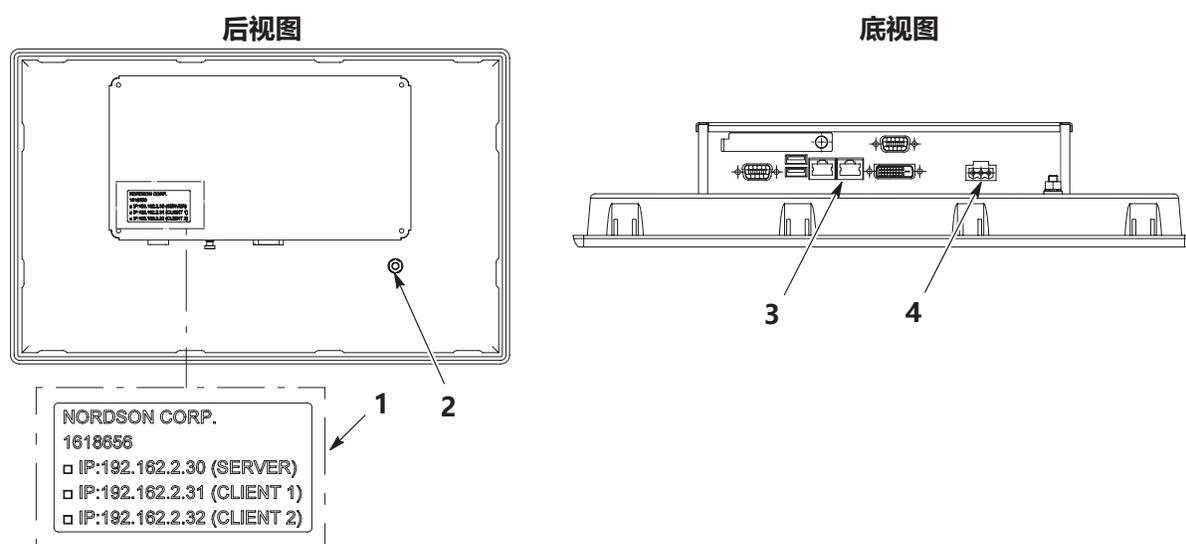

图 6-3 触摸屏 IP 标签和连接
2. 参见图 6-3。注意当前触摸屏背面的 IPS 标签 (1) 上标记的 IP 地址，以便后续使用。
3. 断开接地连接 (2)。
4. 断开以太网 (3) 和电源线束连接 (4)。
5. 从机柜门或远程显示器外壳的正面支撑住触摸屏 (5)，同时拆下用于固定触摸屏的内六角螺钉(6) 和托架 (7)。
10. 在新的触摸屏上标出旧 IP 标签 (如图 6-3 所示) 上标记的 IP 地址，然后再关闭机柜或远程显示器。